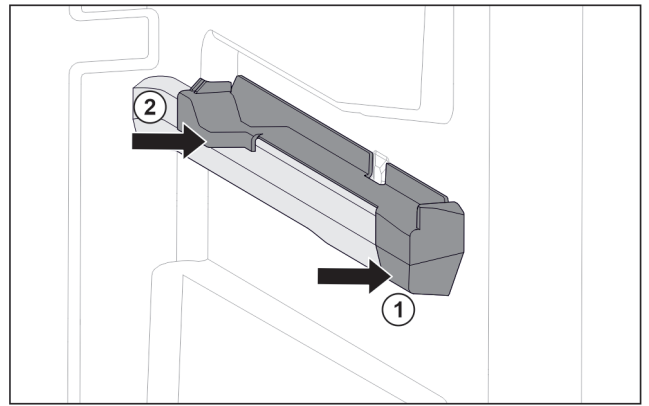

Fig. 32 Вставна частина на правому ребрі для резервуару
- ▶ Одягти вставну частину вперед на ребро резервуару. Fig. 32 (1)
- ▶ Притиснути вставну частину позаду. Fig. 32 (2)